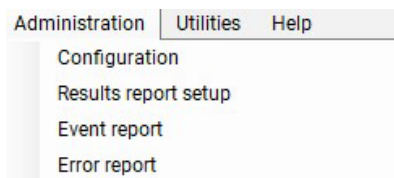

Figura 87 Menu Administration (Amministrazione)
- 1 Dal menu a discesa **Administration** (Amministrazione), selezionare **Results Report Setup** (Configurazione report dei risultati) (**Figura 87**).